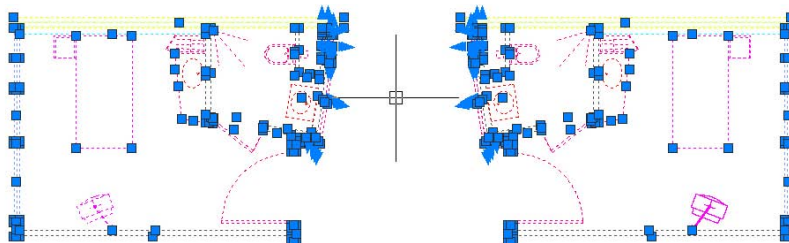

Figure 4.58
5. Cliquez sur un objet du dessin. Vous vous apercevez que c'est l'ensemble des objets qui deviennent actifs (voir Figure 4.58). C'est bien la confirmation qu'il s'agit d'un groupe et non pas d'objets isolés et indépendants.